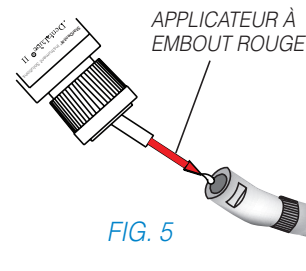

FIG. 5
- Déposez une goutte de DentaLube II à la base du contre-angle. Attendez quelques secondes pour laisser le lubrifiant s'écouler et atteindre la bague en bronze. (Voir Fig. 5)